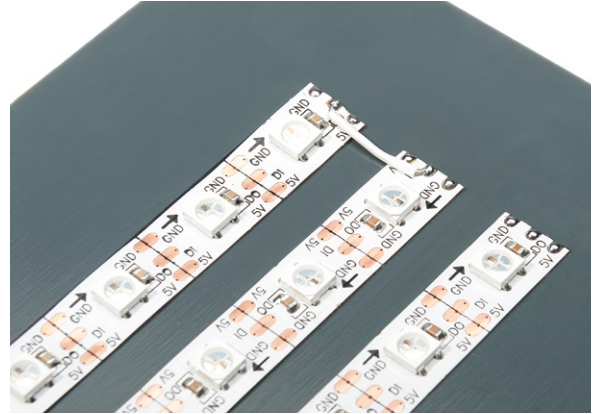

Bild 11: Die Verbindung der Datenleitungen
Der jeweilige Datenausgang (DO) wird mit dem nächsten Dateneingang (DI) verbunden (siehe Bild 11). Dies kann direkt mit einem kurzen Leitungsstück geschehen. Dabei sollte man nochmals kontrollieren, ob tatsächlich immer der Datenausgang eines Stripes mit dem Dateneingang des nächsten Stripes verbunden ist.